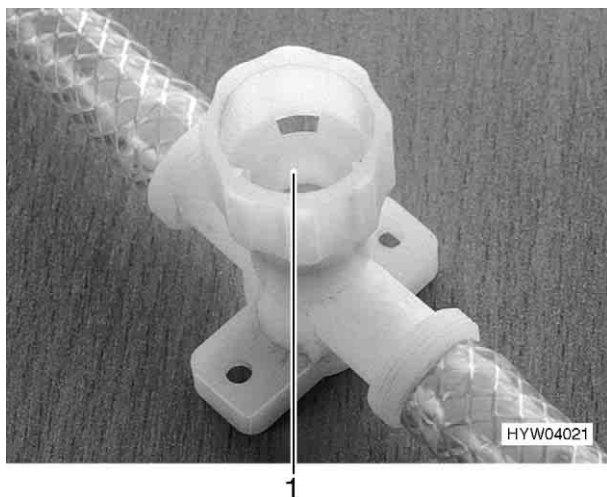

Fig. 86 Rubinetto di scarico
- Chiudere il coperchio del rubinetto di scarico (Fig. 86,1) girandolo in senso orario.